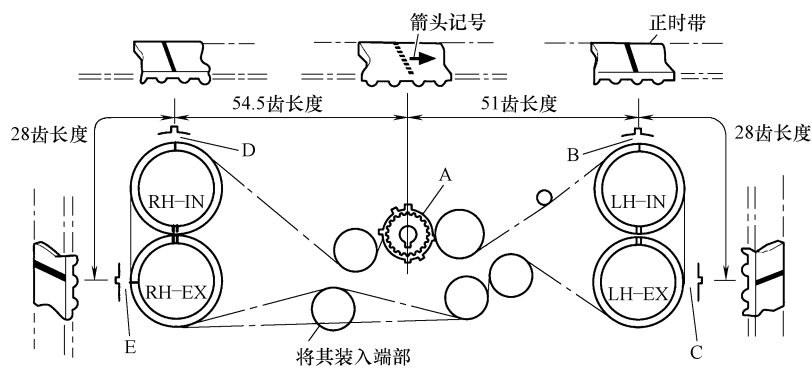

图 27-70 对准正时标记
⑦ 如图 27-70 所示，按照字母顺序对准正时带上的正时标记、链轮上的正时标记并安装好正时带。